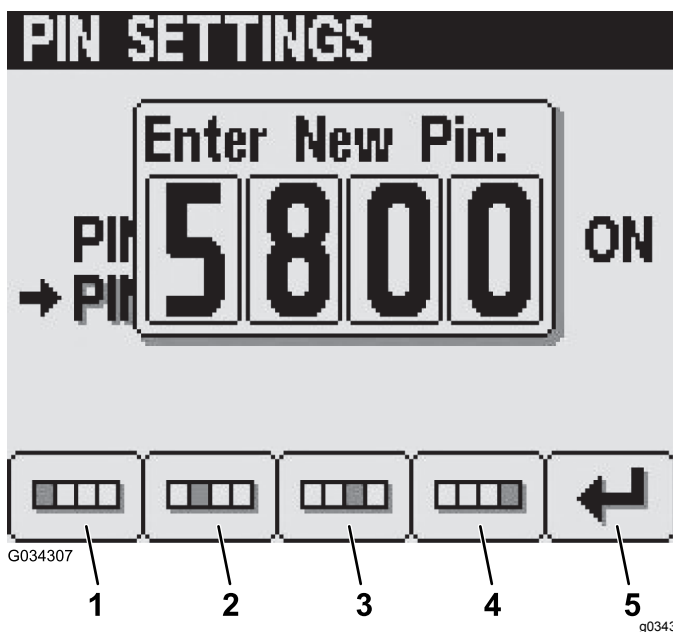

Bild 36
- Geben Sie auf dem Bildschirm „Enter New PIN“ die neue PIN mit den Tasten 1 bis 4 ein und drücken Sie Taste 5, um die neue PIN in das InfoCenter einzugeben (Bild 36).